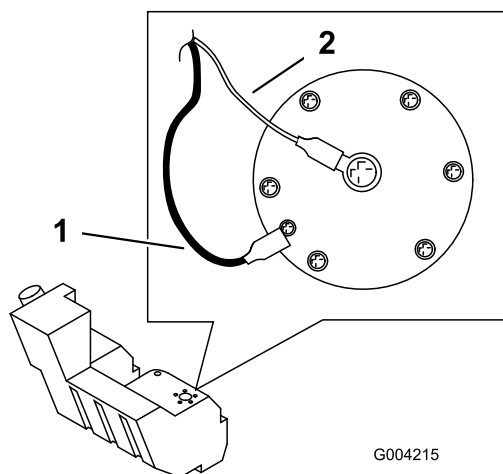

Figure 55
12. Débranchez les deux fils reliés au côté droit du réservoir (Figure 55).
19. Sur le côté droit du réservoir, raccordez le fil orange à la borne centrale et le fil noir à la borne extérieure (Figure 55).